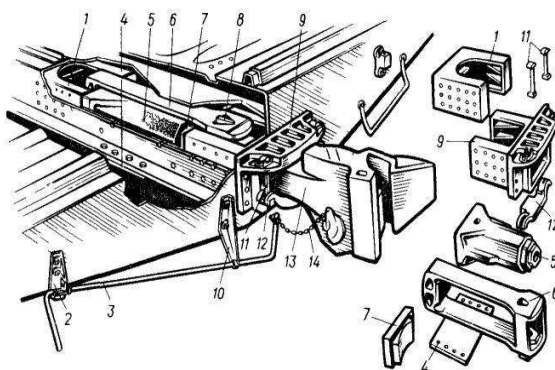

Рисунок 5. Автосцепное устройство вагонного типа и его детали
7) По внешним признакам определите элемент конструкции автосцепки под №3 (рисунок 5)?